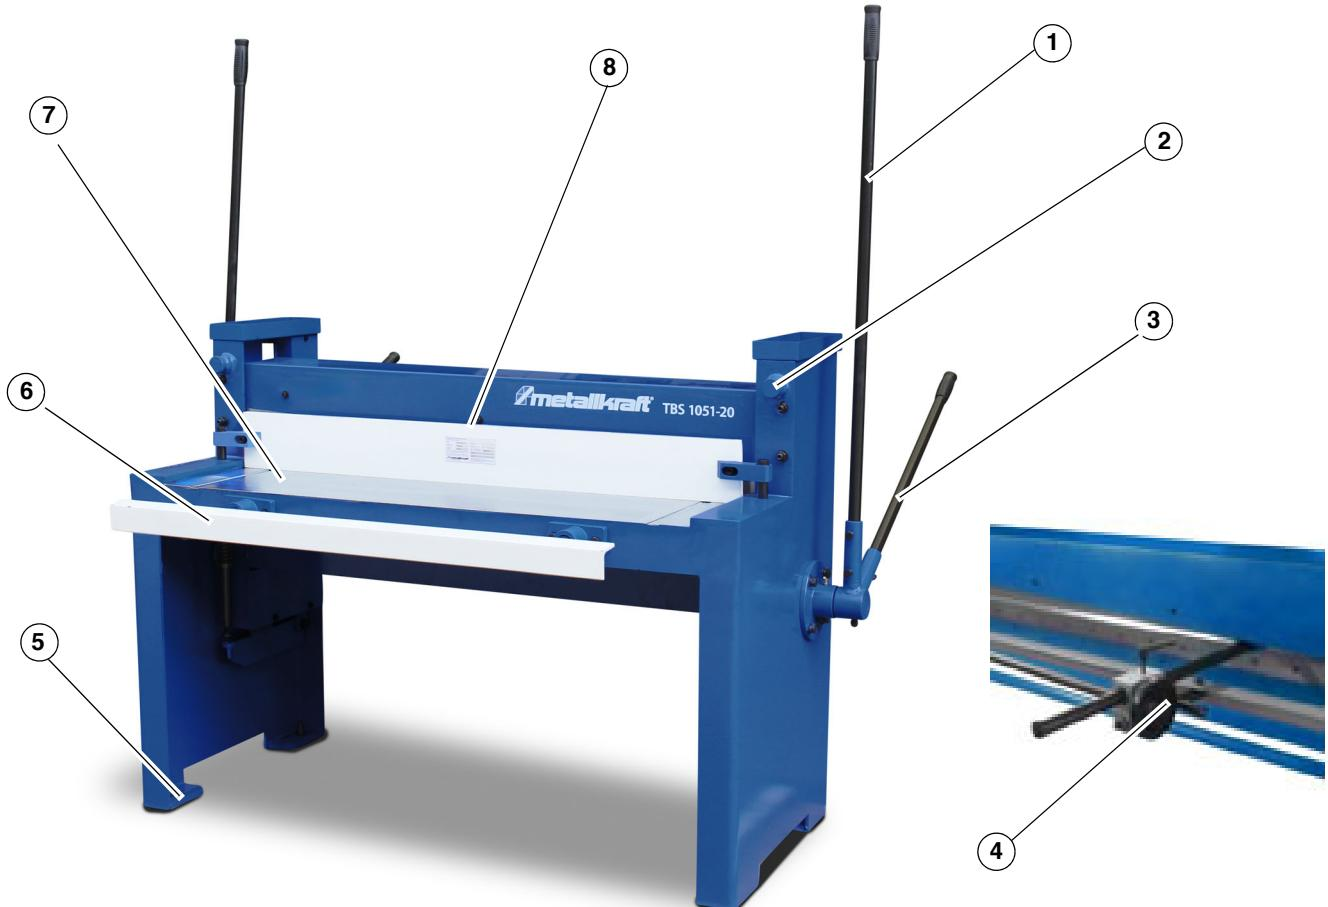

Abb. 4-1: Maschinenbeschreibung
- Die Handhebel (Pos. 1, Abb. 4-1) in die Aufnahme einsetzen und festschrauben. Die kürzeren Handhebel (Pos. 3, Abb. 4-1) müssen auf der Bedienerseite montiert sein.